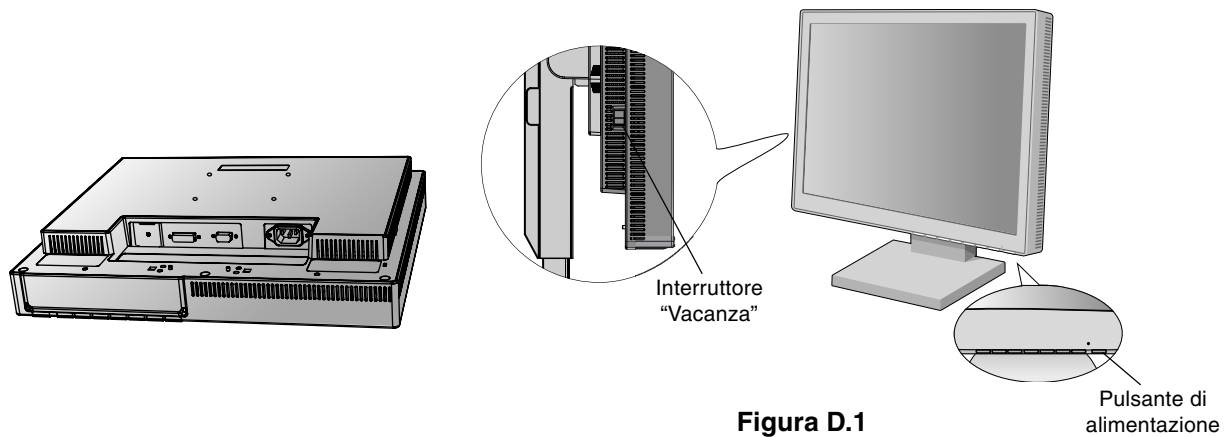

Figura D.1
5. L'interruttore "Vacanza" sul lato sinistro del monitor deve essere acceso. Accendere il monitor con il pulsante di alimentazione frontale (**Figura D.1**) e il computer.